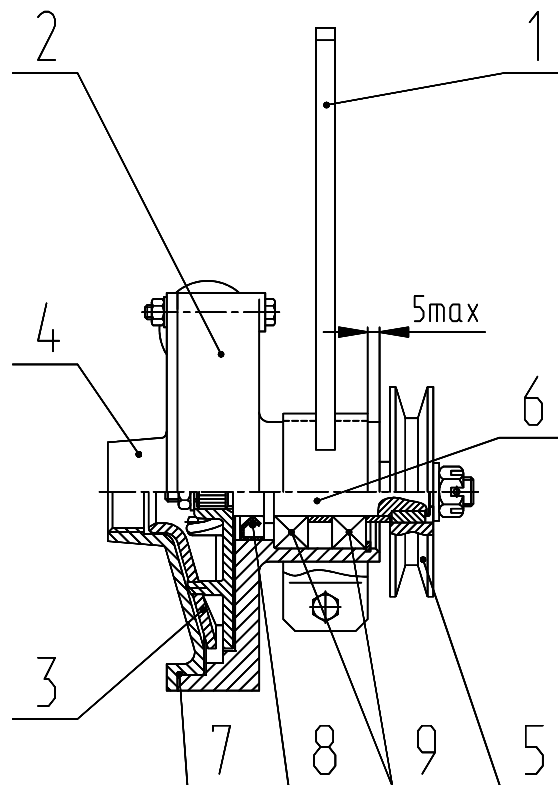

Рис. 1 Будова насоса
5.3 Насос (див. рис. 1) складається з литого корпусу 2 (алюмінієвий сплав) в якому на двох підшипниках 9 розміщений вал 6. На одному кінці вала закріплена лита крильчатка 3 (алюмінієвий сплав) а на другому, за допомогою шпонки і гайки, закріплено ведений шків 5 пасової передачі. Крильчатка розміщена в корпусі насоса і закрита кришкою 4 з ущільнювальним кільцем 7. В центральній частині кришки є вхідний отвір. На корпусі насоса при допомозі хомута закріплено кронштейн 1, який фіксується в будь якому положенні (кут повороту 360 °) відносно осі вала.
- наявність мастила на тертьовій поверхні в місці встановлення манжети 8, рис. 1 (за необхідністю нанести мастило ЦИАТИМ-221 ГОСТ 9433).